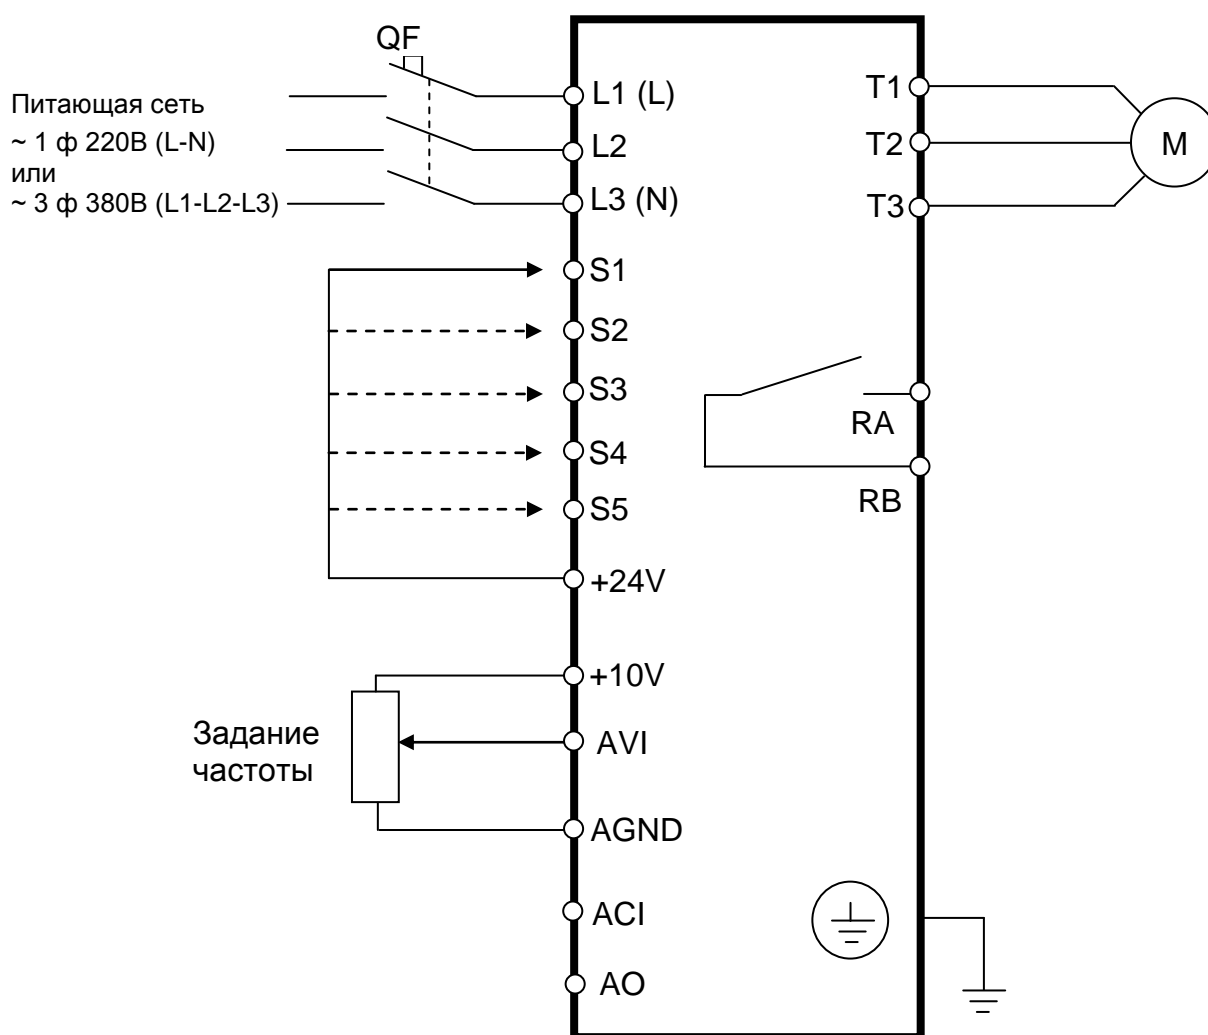

Рис. 4.7. Схема подключения цепей управления.
4.8.1. Подключить электродвигатель к выходным клеммам Т1, Т2, Т3 (рис.4.7).
4.9.1. Произвести подключения согласно рис. 4.7. Подать напряжение питания на преобразователь. На дисплее должно мигать значение задания частоты, индикатор «Вперед» мигать, индикатор «Частота» гореть постоянно. (Состояние индикаторов может быть иным в зависимости от установленного режима работы ПЧ).